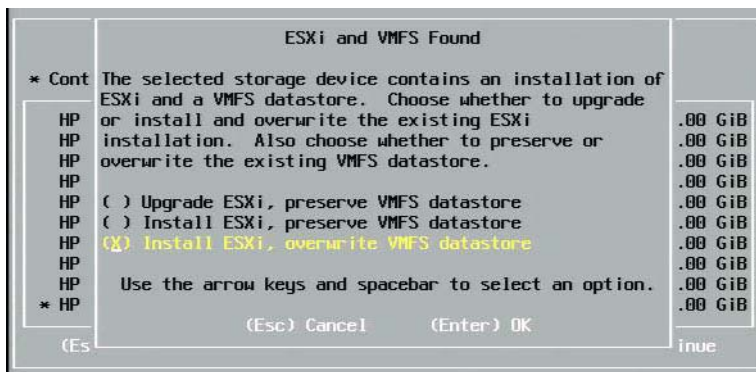

Figura 14-32. ESXi e VMFS encontrados
5. Na janela ESXi and VMFS Found (ESXi e VMFS encontrados) (Figura 14-32), selecione o método de instalação.